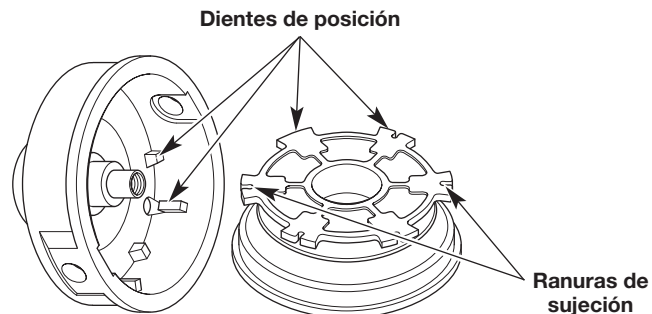

Fig. 14
6. Compruebe que los dientes de posición y las ranuras de sujeción no estén desgastados (Fig. 14). Si fuera necesario, quite las rebabas o cambie el carrete interior y la bobina exterior.